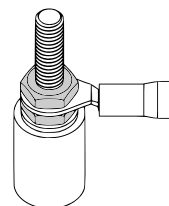

Рисунок 4.4 – Подключение соединительных проводов
- Подключить соединительные провода к контактам в коммутационной головке (см. рисунок 4.4). Схемы внутренних соединений проводников приведены в приложении В.
Во время проверки подключения соединительных проводов следует убедиться, что затянута нижняя и верхняя гайка (см. рисунок 4.4).